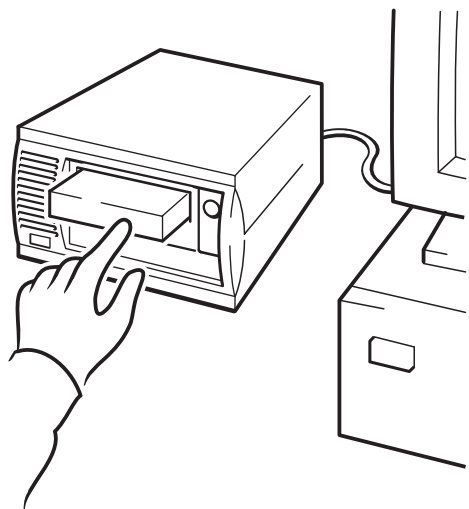

图 10a: 使用 HP OBDR, 第一步
- 1 将最新的可引导盒式磁带插入磁带机中（见图 10a）。盒式磁带必须通过以 CD-ROM 格式写入数据的备份应用程序来写入。